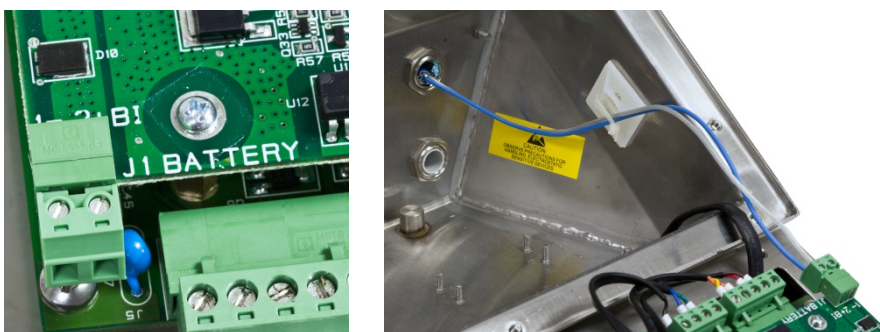

Figura 3-32: Conector da bateria na PAB (esquerda) e instalação do cabo da bateria
10. Finalmente, a terminação dos dois fios do cabo de conexão da bateria de NiMH é feita nos dois terminais da porta J1-BATTERY (Bateria) da IND560x-PAB (Figura 3-32). A cor do fio de cada uma destas conexões está relacionada na Tabela 3-10. Prenda os fios soltos da bateria no alojamento do IND560x como indica a Figura 3-32.